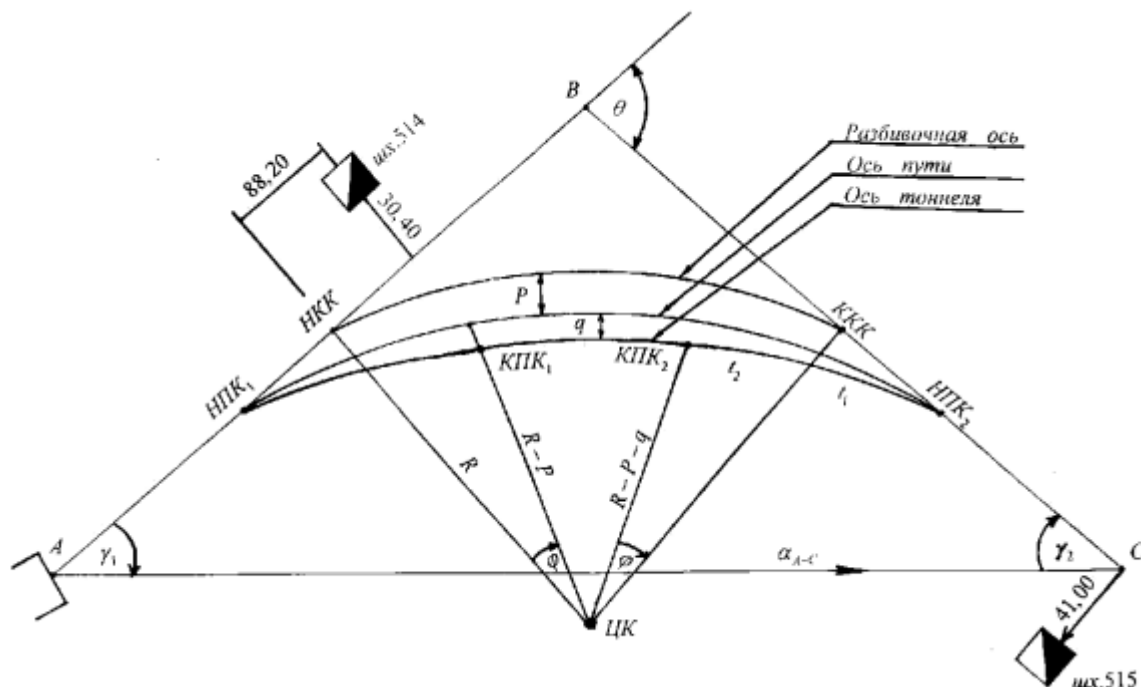

Рисунок 5. Схема участка транспортного тоннеля
- 1. Схема участка транспортного тоннеля (рис. 5).